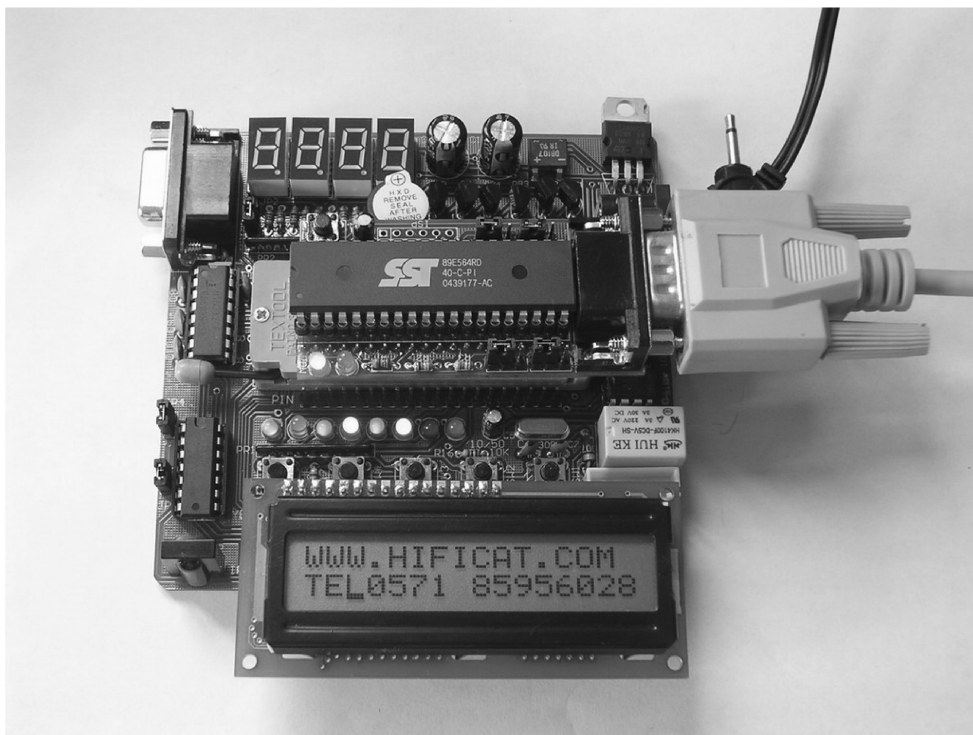
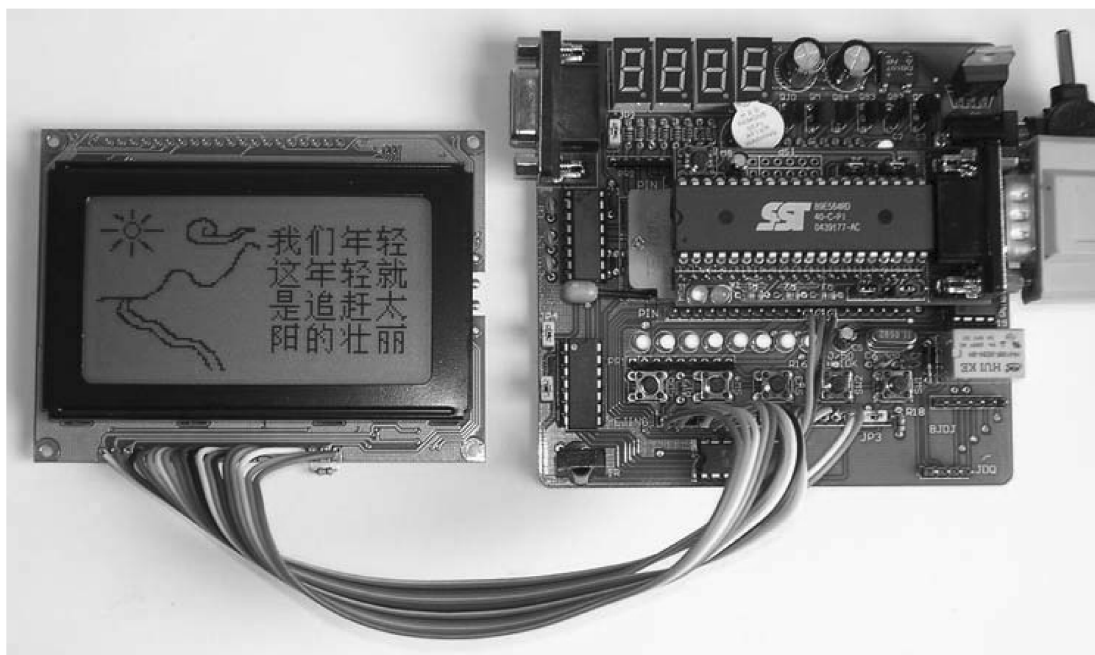

图 1-2 1602 液晶屏显示实例
图 1-6 12864 液晶显示实例
2) 应用实例之二: 如图 1-2 所示, 这是一个液晶屏显示的应用实例。1602 型液晶屏是
5) 应用实例之五：如图 1-6 所示，我们利用单片机来做液晶显示，与图 1-2 所示不同